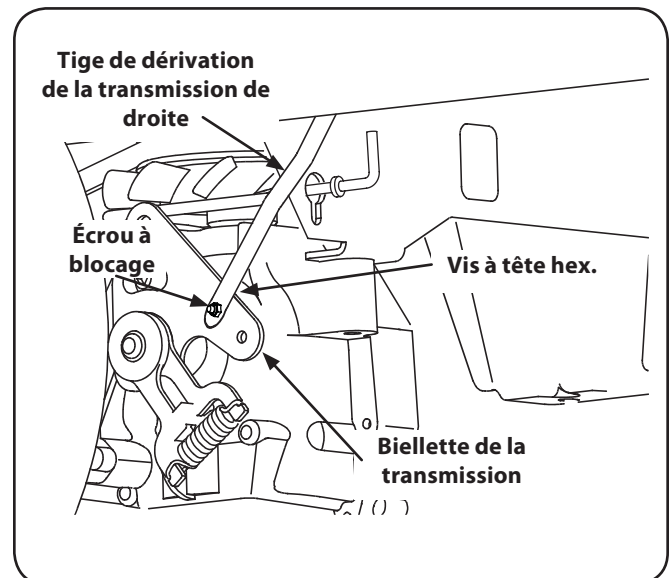

Figure 7-11
4. Si une seule roue tourne, localisez la tige de dérivation de la transmission sous le châssis, juste en avant de la roue arrière. Si les deux roues tournent, localisez les deux tiges de dérivation. Voir la Figure 7-11.